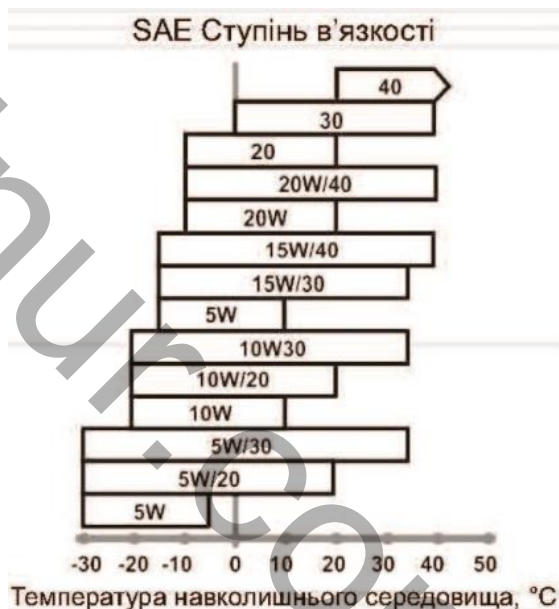

Рисунок 9. Підбір марки мастила залежно від температури навколишнього середовища
Використовуйте чисте мастило відповідної марки і густини залежно від температури навколишнього середовища (рис. 9)
4. Після напрацювання двигуном 25 годин замініть мастило, і дайте можливість попрацювати двигуну протягом 5–10 хвилин. Злийте промивальне мастило, замініть мастильний фільтр і залийте свіже моторне мастило. Використовуйте для промивки мастило, виходячи з температури навколишнього середовища (див. рис. 9).